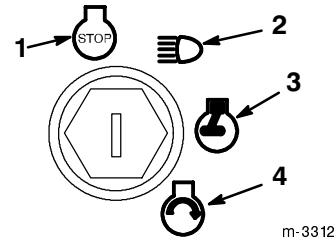

Abbildung 12
- Den Zündschlüssel im Uhrzeigersinn drehen und auf Position START halten (Abb. 12). Wenn der Motor anspringt, den Schlüssel loslassen.
- Den Zündschlüssel auf "STOP" drehen (Abb. 12).